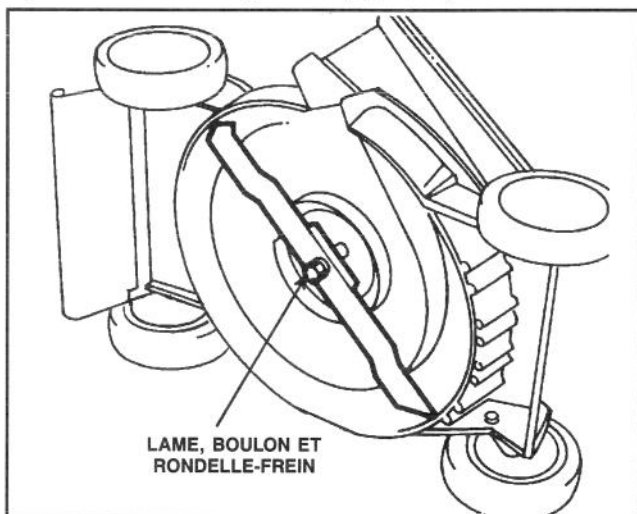

Figure 16
3. Faites basculer la tondeuse de manière à ce qu'elle repose sur son côté gauche (figure 16).
5. RETRAIT DE LA LAME—Saisissez le bout de la lame avec un chiffon ou un gant épais. Enlevez le boulon de la lame, la rondelle-frein et la lame (figure 16).